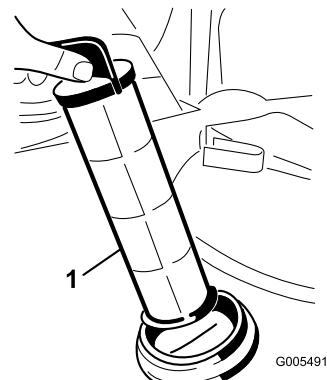

Figura 64
- Retire el filtro de aspiración del orificio (Figura 64).